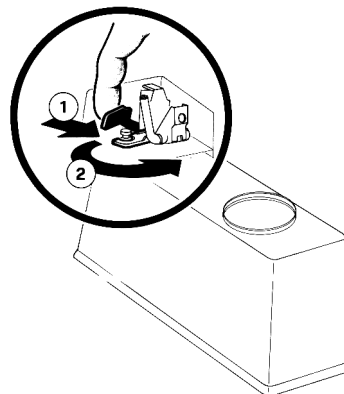

figura 5
sganciarlo, assieme al coprirubinetto, dal contenitore bevanda (vedere figura 5).
- 2 - Smontare il contenitore dall'apparecchio e capovolgerlo. Sganciare (1) la leva smontaggio rubinetto e contemporaneamente ruotare (2) verso sinistra (senso antiorario) tutto il corpo rubinetto fino a sganciarlo, assieme al coprirusinetto, dal contenitore bevanda (vedere figura 5).
- 1 - Riagganciare coprirusinetto e corpo rubinetto al contenitore con operazioni inverse a quelle descritte per lo smontaggio (vedere figura 5).